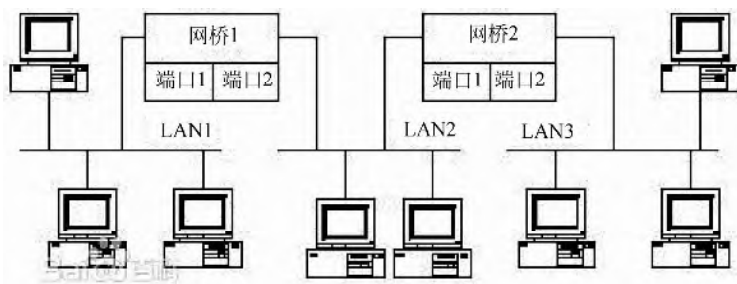

图 7-10 网桥应用实例
① 网桥（Bridge）：也叫桥接器，是连接两个局域网的一种存储/转发设备，它能将一个大的 LAN 分割为多个网段，或将两个以上的 LAN 互联为一个逻辑 LAN，使 LAN 上的所有用户都可访问服务器。网桥将网络的多个网段在数据链路层连接起来，网桥的应用如图 7-10 所示。西门子的 DP/PA Coupler 模块就是一种网桥。